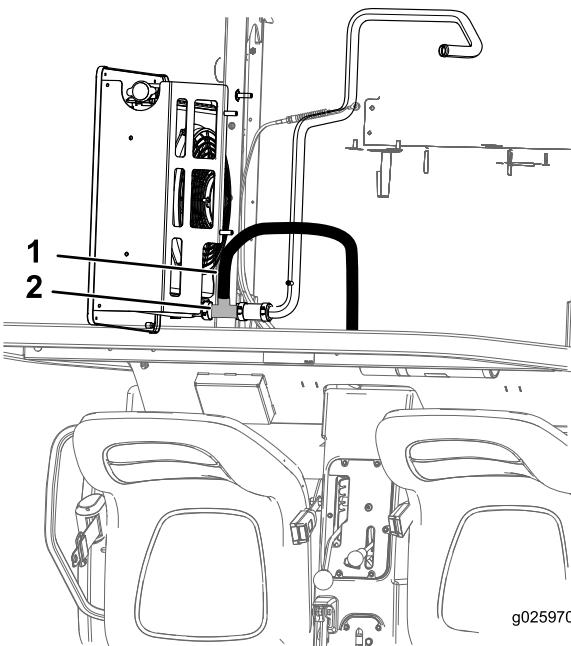

Figura 8
3. Corte o tubo inferior do radiador e ligue o encaixe em T em cada extremidade cortada do tubo inferior do radiador com os 2 grampos de tubo largo (Figura 8).